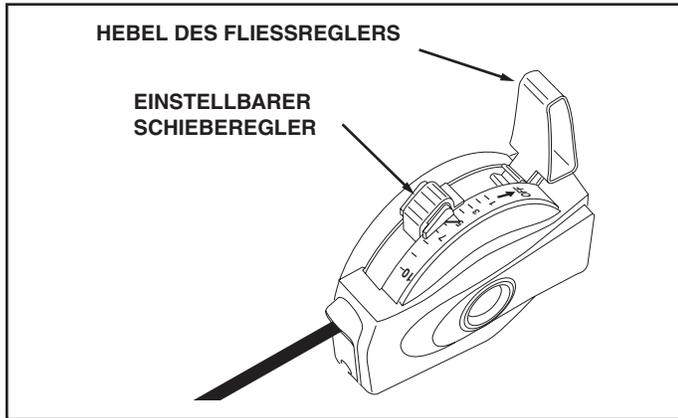

ABBILDUNG 15
2. Bewegen Sie den Hebel des Fließreglers vorwärts, bis er im einstellbaren Schieberegler einschnappt und somit den Hebel an der gewünschten Position verriegelt. Siehe Abbildung 15.